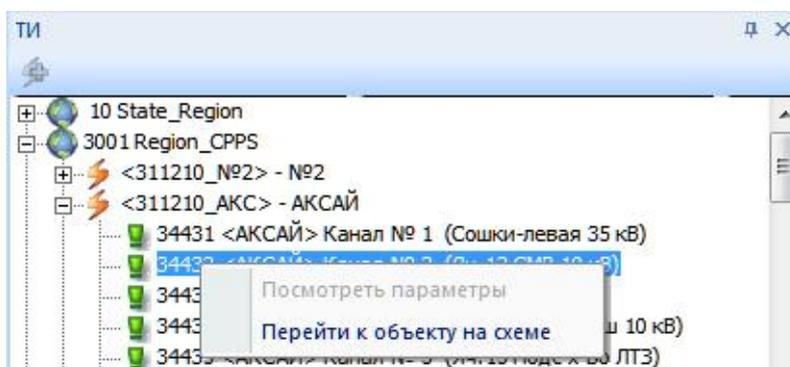

Рисунок 167 – Вид контекстного меню команд для ТИ
- нажать на правую клавишу «мыши» и в контекстном меню (рисунок 167) выбрать команду «Перейти к объекту на схеме».